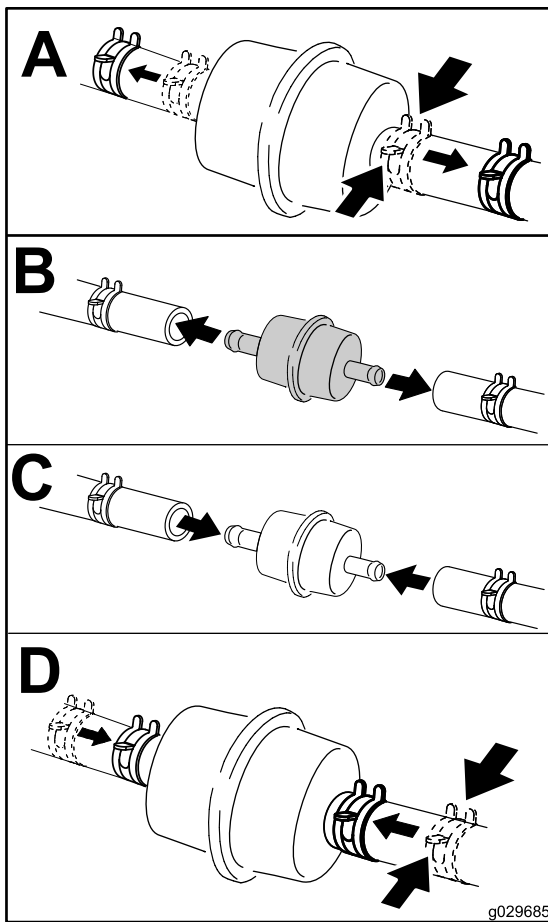

Figure 56
5. Remplacez le filtre à carburant (Figure 56).